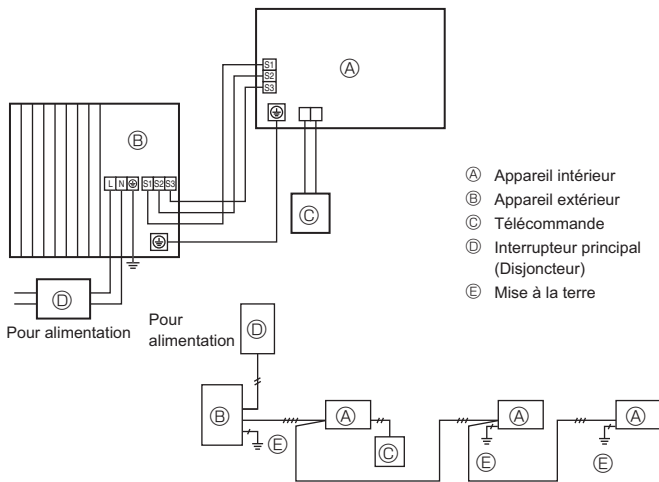

Fig. 6-1
6.1. Appareil extérieur (Fig. 6-1, Fig. 6-2)
- ① Retirer le panneau de service.
- ② Effectuer le câblage conformément aux Fig. 6-1 et 6-2.